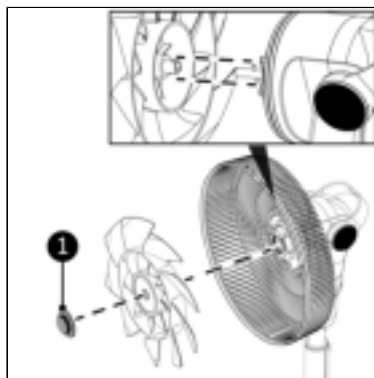

Figure 56.
10. Placez l'écrou central (Figure 56, pos. 1) et tournez-le dans le sens contraire des aiguilles d'une montre pour fixer les pales du ventilateur